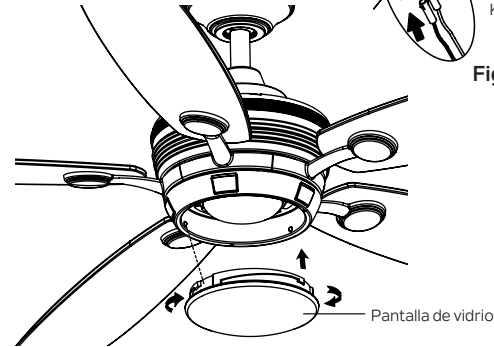

Figura 24
**Paso 3.** Asegure la pantalla de vidrio a la placa de luz girándola en el sentido de las agujas del reloj. Gire la pantalla de vidrio gradualmente hasta que encaje en la placa de luz. NO AJUSTE EN EXCESO. (Figura 24)